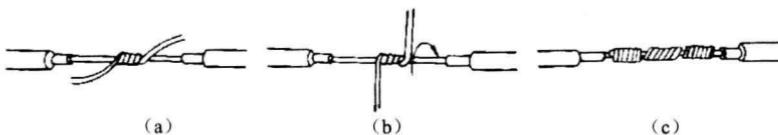

图 1-1-11 单股导线一字连接
① 步骤
- a. 先将需连接的导线两端剥去绝缘层，作“X”状相交，如图 1-1-11 (a) 所示。